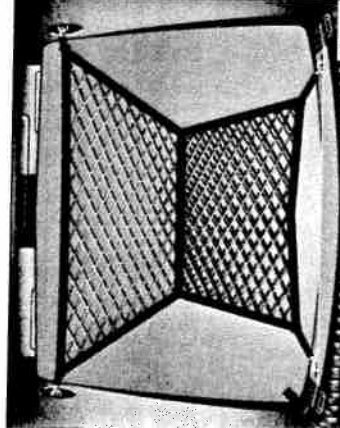

Fig. 106 Prinderea plasei din portbagaj.
- Prindeți cârligele plasei în inelele de prindere ⇒ fig. 106. Deschizătura plasei trebuie să fie îndreptată în sus.